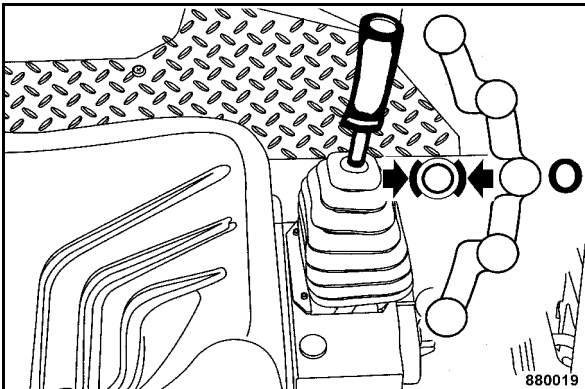

Fig. 68
- Ramener lentement le levier de commande de la marche (Fig. 68) sur position neutre.